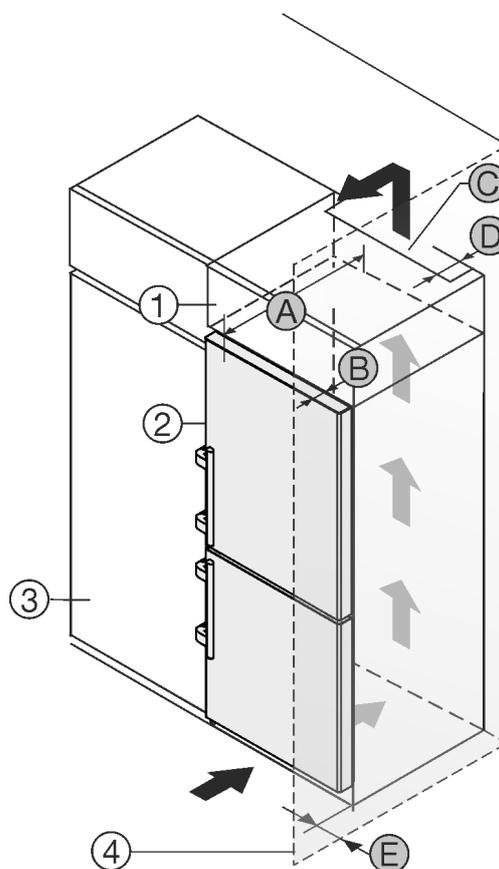

Fig. 2
- (1) Дополнительный шкафчик *
- (2) Устройство *
- (3) Кухонный шкаф *
- (4) Стена *
- (A) Глубина устройства *
- (B) Глубина двери *
- (C) Вентиляционное сечение *
- (D) Расстояние до обратной стороны устройства *
- (E) Расстояние до стороны устройства *
Вы можете установить устройство непосредственно рядом с кухонным шкафом Fig. 2 (3)*
На задней стенке дополнительного шкафчика должен быть вентиляционный канал с глубиной Fig. 2 (D) по всей ширине этого шкафа.*
Нужно соблюдать вентиляционное отверстие Fig. 2 (C) под нижней панелью.*
Если устройство устанавливается на шарнирах у стены Fig. 2 (4), то расстояние между устройством и стеной должно быть не менее 57 мм. Это соответствует расстоянию, на которое выступает ручка при открытой дверце.*
Чтобы можно было полностью открыть дверь, устройство должно выступать на глубину двери Fig. 2 (B) относительно передней стенки кухонного шкафа. В зависимости от глубины кухонных шкафов Fig. 2 (3) и использования пристенных распорок устройство может выступать и больше.*